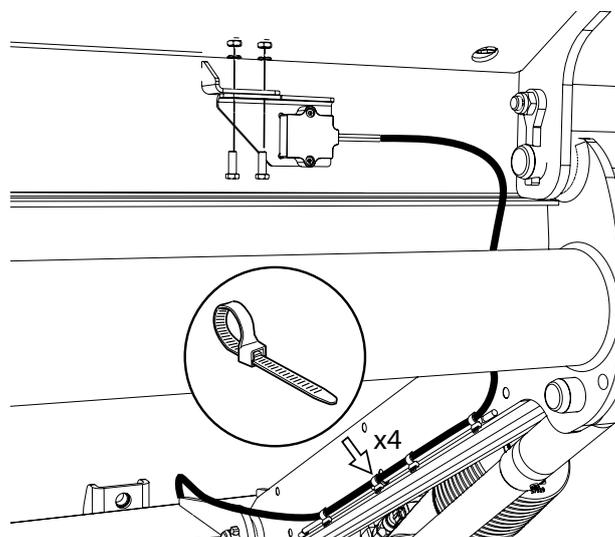

Abbildung 57. Einbau des Neigungsmessgeräts
1. Den Neigungsmesser mit den dazugehörigen Schrauben, Muttern und Einschüben an der Plattform anbringen und das Kabel mit Kabelband befestigen, siehe Abbildung 57.